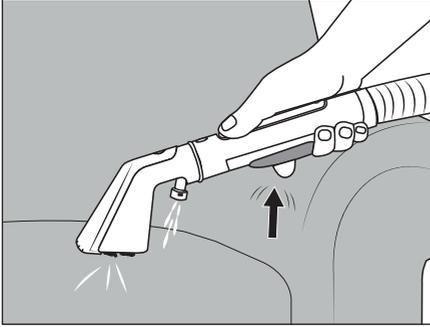

Abb. 6
(1) Achten Sie darauf, dass beim Betrieb des Geräts die Saugöffnungen ❷❸/❸❹ der Polsterdüse ❷❷ bzw. der Fugendüse ❷❹, nicht blockiert werden. Eine Blockade kann durch herumliegende, lose Gegenstände, Fusseln, Haare o. Ä. verursacht werden. Dies kann dazu führen, dass die Polsterdüse ❷❷ bzw. die Fugendüse ❷❹, beschädigt werden und nicht mehr ordnungsgemäß funktionieren. (2) Überprüfen Sie vor der Reinigung von Polstern/Teppichen das Herstelleretikett auf besondere Pflegeanweisungen. Das Gerät ist nicht geeignet für empfindliche Textilstoffe (z. B. Seide, Leder, Flokati etc.). (3) Testen Sie bei der Verwendung von Reinigungsmitteln (Essigreiniger und Polsterreinigungsmittel) die Farbechtheit. Beginnen Sie die Reinigung mit dem Gerät immer zuerst an einer unauffälligen Stelle. (4) Das Gerät muss vor dem Betrieb ordnungsgemäß montiert sein und der Frischwasserbehälter ❷  muss befüllt sein. (5) Schalten Sie das Gerät aus, bevor Sie die Polsterdüse ❷❷ und die Fugendüse ❷❹ miteinander wechseln. (6) Ist der Schmutzwasserbehälter ❷❶  voll, schließt der Schwimmer ❷❶ die Saugöffnung und das Gerät läuft mit erhöhter Drehzahl. Schalten Sie das Gerät sofort aus (siehe Kapitel **Schmutzwasserbehälter reinigen**).
- ◆ Klappen Sie die Tragegriffe ❷❶ nach oben und tragen Sie das Gerät zu dem Ort, wo Sie es benötigen.
- ◆ Nehmen Sie den Sprüh-/Saugschlauch ❷❶ aus den Schlauchhalterungen ❷❶/❷❶.
- ◆ Schieben Sie die Schlauchhalterung ❷❶ in das Gerät.
- ◆ Halten Sie den Sprüh-/Saugschlauch ❷❶ am Handteil fest.
- ◆ Halten Sie die Polsterdüse **22** 2-3 cm über den zu reinigenden Bereich. Betätigen Sie die Sprühtaste **20**, um Wasser/Reinigungslösung aus der Sprühdüse **26** aufzutragen (siehe Abb. 6).